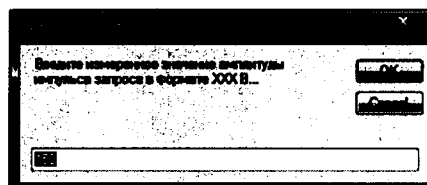

Рисунок 17 - Окно «Измерение /канал 1/ /150 В/ (амплитуда импульса запроса)»
4.5.4 Нажать на панели задач кнопку «Запустить», после чего появится окно «Измерение /канал 1/ /150 В/» (Рисунок 17).